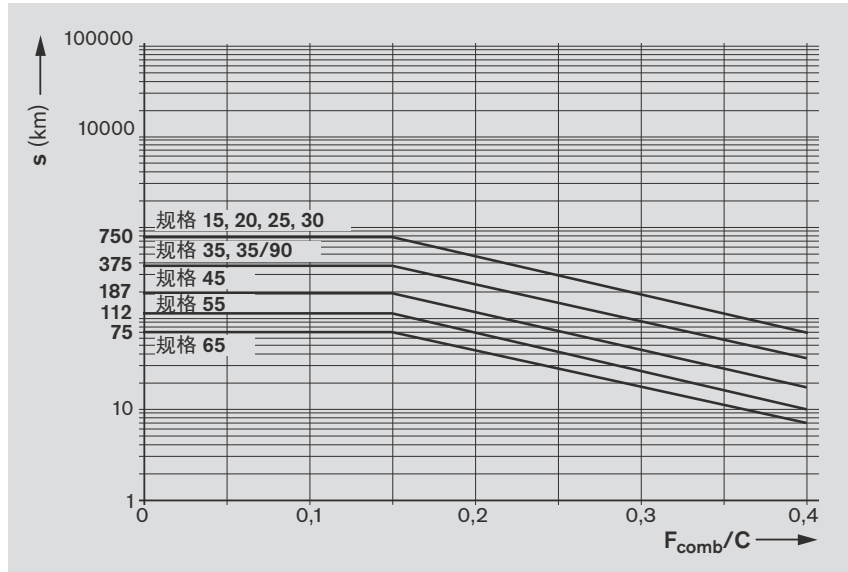

图 3
- 当达到图 3 或 4 250 规定的补充润滑周期时，请根据表 7 的补充润滑量进行补充润滑。
- 当达到图 3 或 4 250 规定的补充润滑周期时，根据表 8 的润滑量给每个润滑接口进行补充润滑。